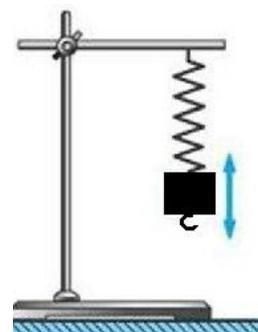

Рис. 1.
1. Основной характеристикой пружинного маятника является **период колебаний**, поэтому в данном исследовании выясним, как зависит период колебаний пружинного маятника от амплитуды колебаний, от массы груза пружинного маятника, от жесткости пружины. Соберем установку на рис.1.